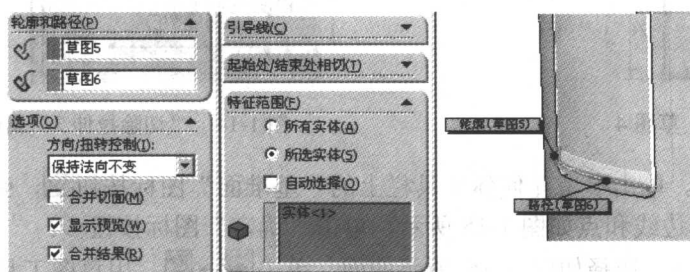

图 1-19 “扫描 1”属性管理器
(6) 扫描 1。单击特征工具栏上的“扫描”图标按钮 ，在“扫描 1”属性管理器和绘图区域中进行设置和选择，如图 1-19 所示，单击“确定”图标按钮 。